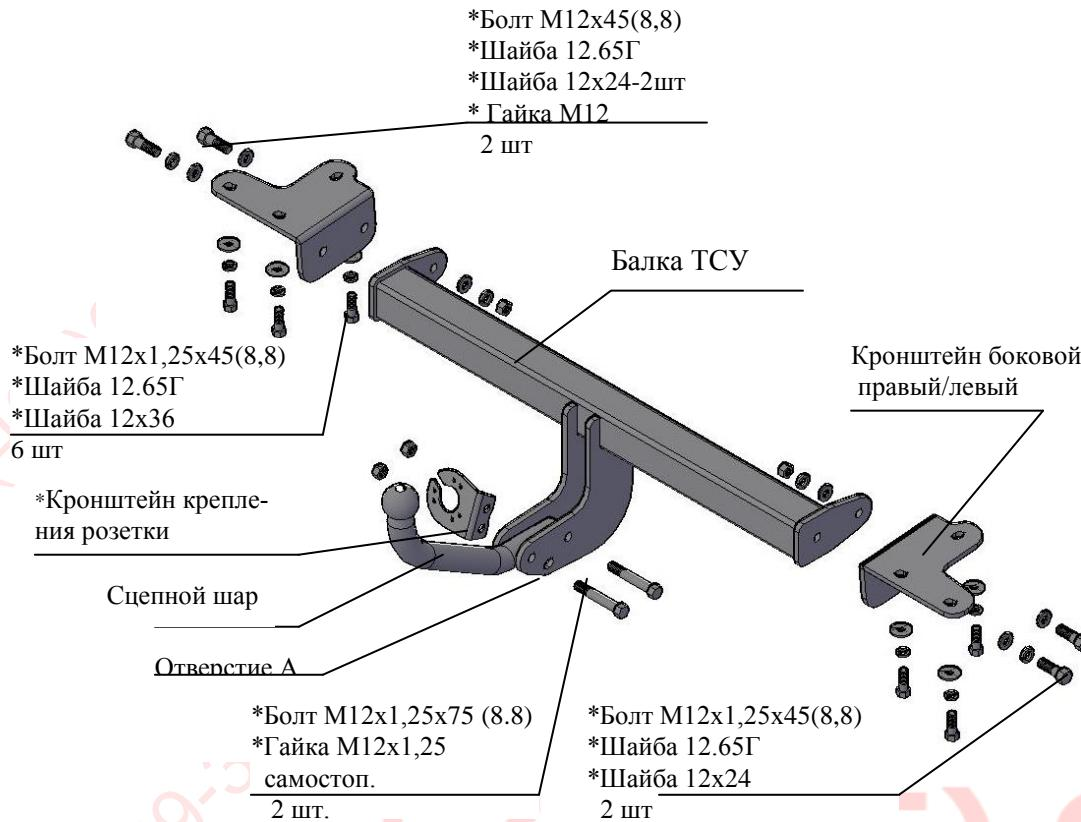

Рис.1 Тягово-сцепное устройство 7900.
2.1 ТСУ 7900 в сборе (рис.1)	1 шт.
2.2 Пакет с комплектующими (см. рис.1) Защитный колпак	1 шт.